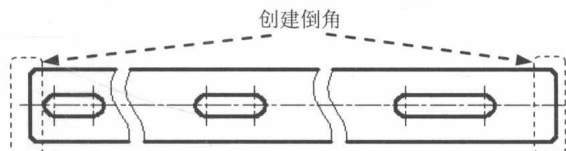

图 1.1.13 创建倒角
Step7. 创建图 1.1.13 所示的倒角。
(1) 选择下拉菜单 **修改(M)** → **倒角(C)** 命令, 在命令行中输入字母 D 并按 Enter 键, 在指定第一个倒角距离 <0.0000>: 的提示下, 输入数值 2 并按 Enter 键; 在指定第二个倒角距离 <2.0000>: 的提示下, 输入数值 2 并按 Enter 键 (或直接按 Enter 键); 输入字母 T 并按 Enter 键, 再次输入字母 T 后按 Enter 键 (即选取“修剪模式”), 分别选取要进行倒角的边线。
(2) 按 Enter 键以重复执行“倒角”命令, 分别选取要进行倒角的两条直线。
(3) 重复上述操作, 完成图 1.1.13 所示倒角的创建。